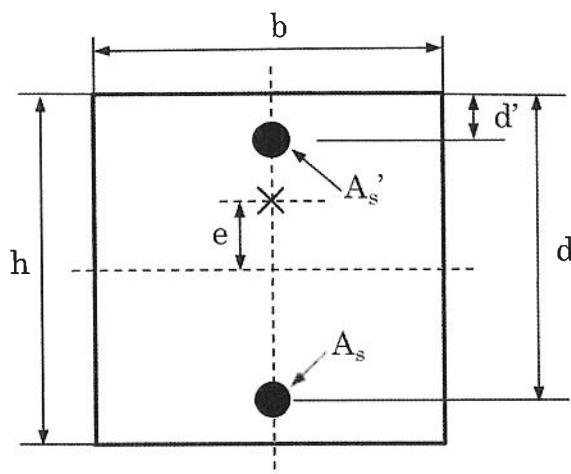

図2 曲げと軸圧縮力を受ける鉄筋コンクリート正方形断面
3. 図2に示す鉄筋コンクリート正方形断面の水平な図心軸から、 e だけ離れた垂直な図心軸上の点に軸圧縮力 N' が作用している。このとき正方形断面は、軸圧縮力 N' と曲げモーメント $M=N'e$ を同時に受けることになる。断面の寸法と材料特性は、